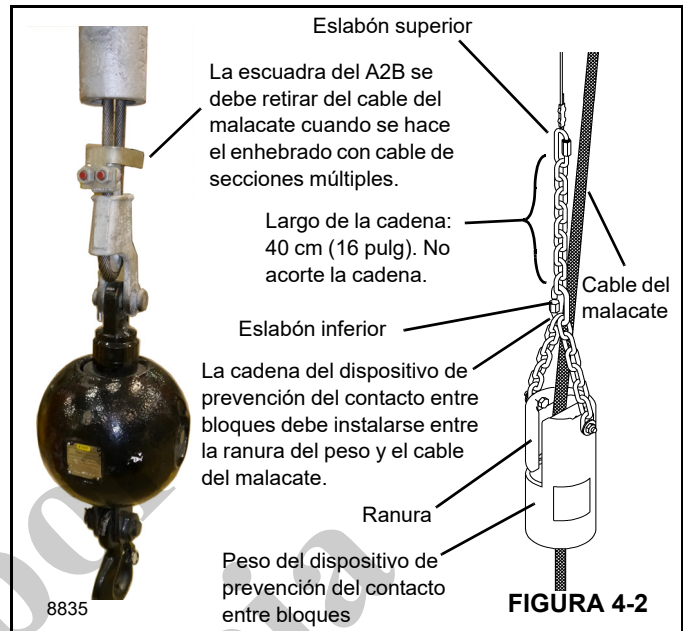

FIGURA 4-2
16. Retire el conjunto del interruptor y peso/cadena de prevención del contacto entre bloques e instálelo en la punta del plumín; vea la Figura 4-2. Asegúrese de usar el retenedor suministrado con el interruptor.
5. Desconecte el conector de alambre de prevención del contacto entre bloques en la parte trasera de la extensión del plumín. Vuelva a conectar el conector del interruptor de prevención del contacto entre bloques en la punta de la pluma. Mueva el conjunto de peso/cadena a la punta de la pluma; vea la Figura 4-2.
Para impedir que el cable del malacate se salga del peso del dispositivo de prevención del contacto entre bloques, instale el peso de la forma ilustrada en la Figura 4-2.
La escuadra del A2B debe usarse para cable de sección sencilla solamente. Cuando cambie de un cable de sección sencilla a un cable de sección múltiple, retire la escuadra del A2B que se muestra en la Figura 4-2 del cable del malacate para permitir que el cable del malacate y el receptáculo de cuña puedan enhebrarse a través de las poleas en la punta de pluma y en el aparejo de gancho. Vuelva a instalar la abrazadera y las tuercas en el cable antes de realizar una elevación.